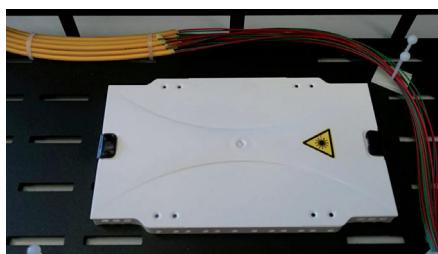

Imagen 12 / figure 12
Deberá guiarse por la indicación anterior (1), con la única diferencia de que cuando acceda con diferentes mangueras de fibra, deberá sujetar todas de forma conjunta al cuerpo de la bandeja (Imagen 12).
*Repeat the prior instructions making sure that the different fiber cables are tied together, to the body of the tray (figure 12).*